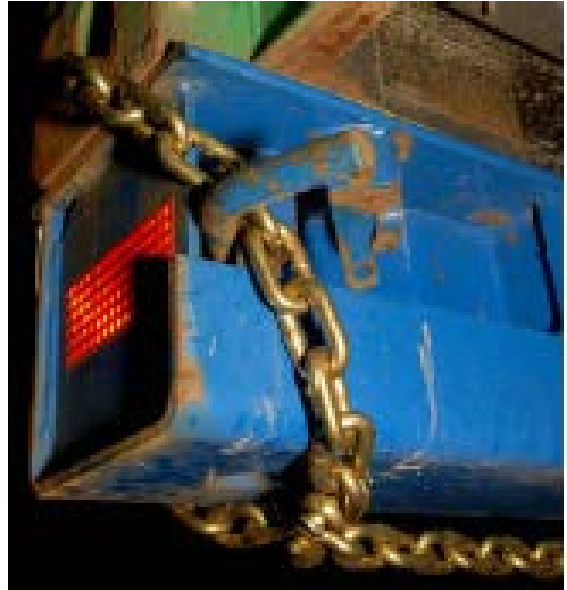

Figura 3: Amarre de la cadena
1. La sección 49 del CFR §393.126 permite que el esquinero de un contenedor intermodal esté asegurado mediante una cadena o cable en vez de un dispositivo de bloqueo integral. Por interpretación, la norma canadiense NSC 10 permite el uso de una cadena o cable para asegurar el esquinero de un contenedor intermodal, pero solo como reemplazo de un dispositivo de bloqueo integral defectuoso. Se muestra un ejemplo en la Figura 3.